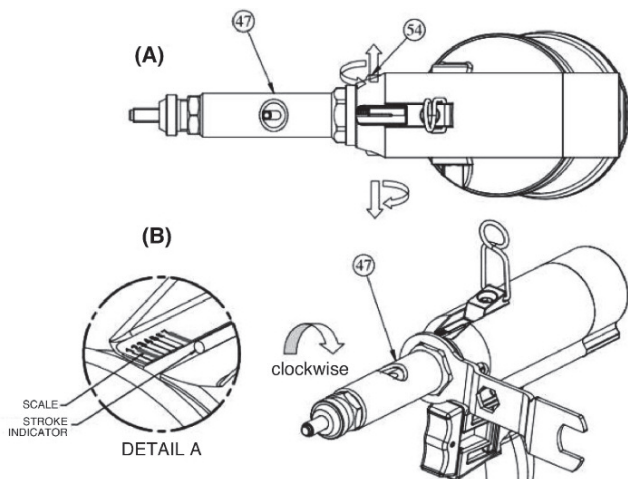

Fig. 2
- Løsn de to unbrakoskruer (54 i fig. 2-A) på røret (47).
- Drej røret (47 i fig. 2-A og 2-B) for at opnå den ønskede slaglængde. Slaglængden reduceres, hvis røret drejes med uret, og omvendt.
- Justér røret ved hjælp af den gradinddelte skala, der er vist i udsnit A af fig. 2. Hver omgang svarer til en justering på 1,5 mm.
- Fastspænd de to unbrakoskruer (54) på røret (47).